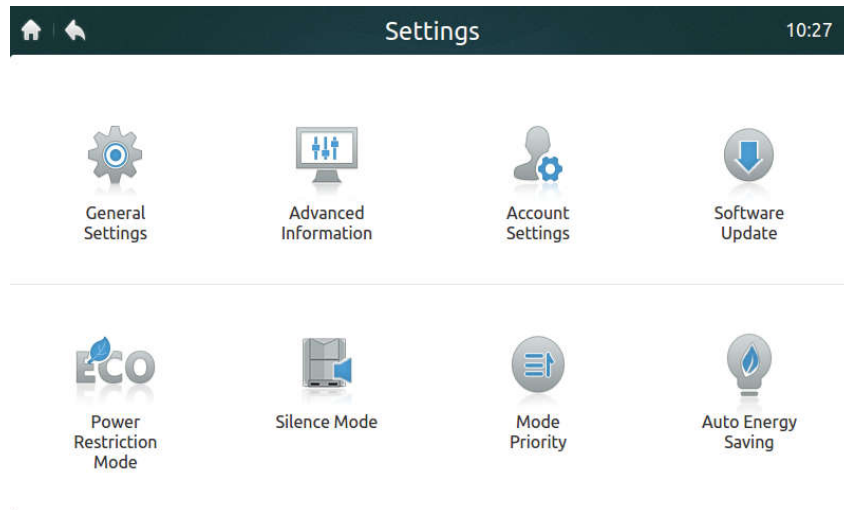
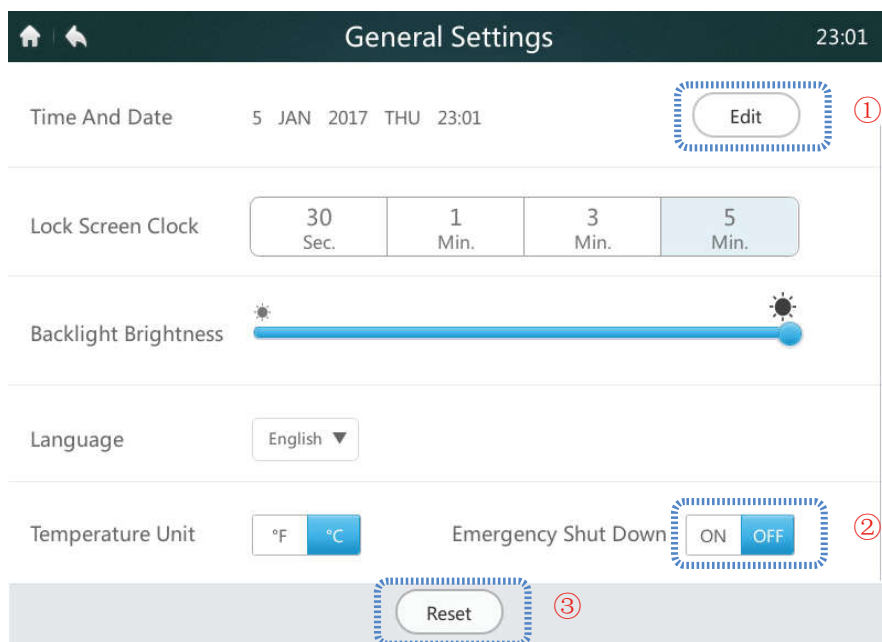
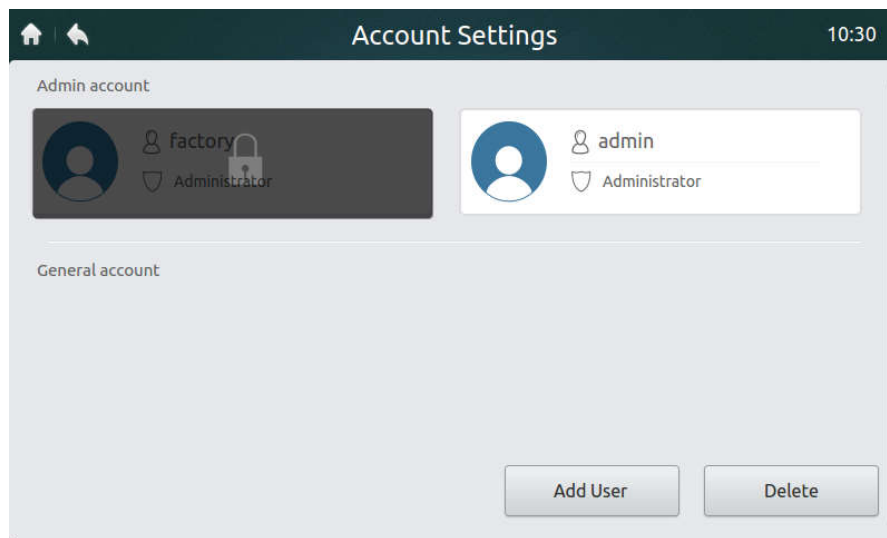

Abb. 41: Homepage der Settings-Seite (Einstellungen)
Abb. 42: Homepage der Seite General Settings (allgemeine Einstellungen)
Abb. 47: Homepage der Seite Account Settings (Konto-Einstellungen)
- 1 Klicken Sie auf die Option „General Settings“ (allgemeine Einstellungen), die in Abb. 41 gezeigt ist, um in die Schnittstelle zu wechseln, die in Abb. 42 gezeigt ist.
- 2 Klicken Sie auf die Taste „Edit“ (Bearbeiten) mit der Bezeichnung „1“ in Abb. 42, um in die weiter unten aufgeführte Schnittstelle zu wechseln.
Klicken Sie im Falle einer außerordentlichen Situation auf die Taste mit der Bezeichnung „2“ in Abb. 42, um das Notausschalten zu aktivieren. Der Zentralcontroller sendet einen Befehl zu allen Inneneinheiten aus, um diese auszuschalten, und blockiert die Fernbedienung. Die Inneneinheiten können nur dann wieder gestartet werden, wenn diese Funktion deaktiviert wird.
Die Reset-Funktion kann nur von Installationstechnikern und Systemadministratoren aktiviert werden. Klicken Sie auf die Taste „Reset“ mit der Bezeichnung „3“ in Abb. 42, um die vom Benutzer eingegebenen Informationen (inkl. Zeitpläne, Gruppen, Kontos normaler Benutzer und Meldungen) zu löschen und die standardmäßigen Werkeinstellungen (inkl. Datum, Display-Sperrzeit, Hintergrundbeleuchtung, Sprache, Temperatur und Sommerzeit) wiederherzustellen. Nach dem Anklicken der Taste „Reset“ erscheint eine Abfrage. Klicken Sie auf die Taste „Yes“ (Ja), um diesen Vorgang zu bestätigen und einen Neustart des Zentralcontrollers auszuführen. Klicken Sie auf die Taste „No“ (Nein), um den Reset-Vorgang zu annullieren.
2. Klicken Sie auf die Taste „Advanced Information“ (erweiterte Informationen), die in Abb. 41 gezeigt ist, um in die weiter unten aufgeführte Schnittstelle zu wechseln. Sie können die Parameteransicht der Außeneinheiten (Outdoor Units) oder der Inneneinheiten (Indoor Units) auswählen. Details siehe Tabellen 12 und 13.
- 2 Klicken Sie auf „Account Settings“ (Konto-Einstellungen), wie in Abb. 41 gezeigt, um in die Schnittstelle zu wechseln, die in Abb. 47 gezeigt ist.
3. Klicken Sie auf die Taste „**Add User**“ (Benutzer hinzufügen) im rechten unteren Bereich der Seite (siehe Abb. 47), um die weiter unten aufgeführte Schnittstelle aufzurufen. Geben Sie den Benutzernamen (User name) und das Passwort (Password) und wieder das Passwort (Re-enter password) ein, dann klicken Sie auf die Taste „**Add**“ (Hinzufügen), um die Einstellungen zu speichern. Klicken Sie auf die Taste „Cancel“ (Stornieren), um die Einstellungen zu annullieren.
4. Klicken Sie auf die Taste „Delete“ (Löschen) im rechten unteren Bereich der Seite (siehe Abb. 47), um das Icon in der rechten oberen Ecke der normalen Benutzerkontos anzeigen zu lassen, wie weiter unten gezeigt. Klicken Sie auf das Icon im rechten oberen Bereich des Benutzerkontos, das Sie löschen wollen.